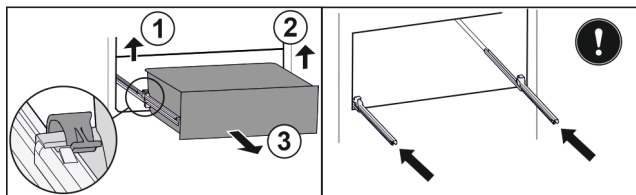

Fig. 20
- 提起左侧夹子，同时将抽屉左侧向前拉。 Fig. 20 (1)
- 提起右侧夹子，同时将抽屉右侧向前拉。 Fig. 20 (2)
- 朝前取出抽屉。 Fig. 20 (3)